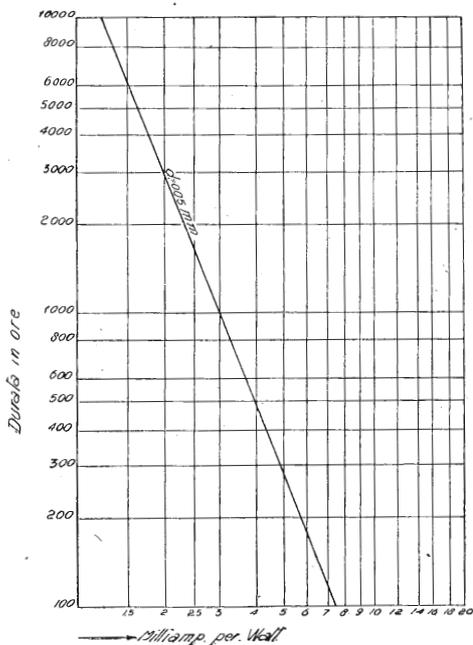

Fig. 1.
1). Valvole con filamento di wolframio o tungsteno per le quali tale relazione è rappresentata in un esempio dalla curva fig. 1.